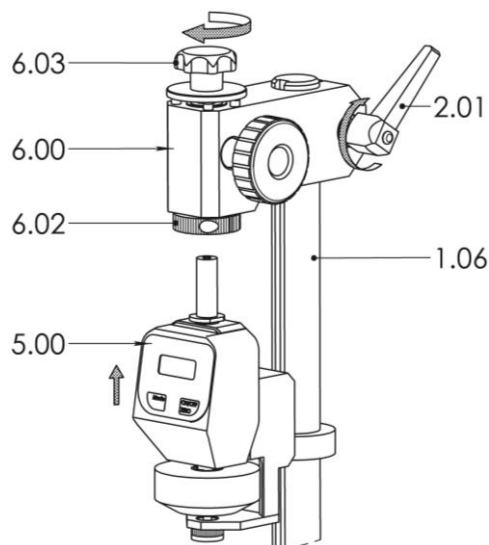

РИС. 11 ФИКСАЦИЯ ИЗМЕРИТЕЛЬНОГО УСТРОЙСТВА НА СЪЕМНОЙ КОНСОЛИ
- Зафиксируйте съемную консоль (6.00,Рис.11) сверху стойки (1.06,Рис.11) с помощью зажимного рычага (2.01,Рис.11).
- Вставьте измерительное устройство (5.00,Рис.11) со вкрученным адаптером(5.06,Рис.11) в центральную муфту (6.02,Рис.11) съемной консоли (6.00,Рис.11) и затяните винт (6.03,Рис.11).
Зажимной рычаг (2.01,Рис.11) можно отрегулировать в соответствии с рас-
тром, потянув зажимной рычаг(2.01,Рис.11).